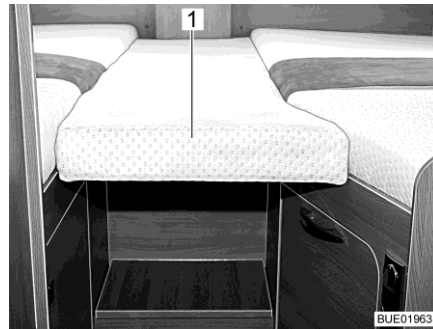
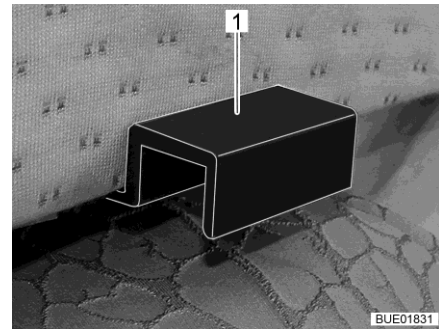

Fig. 184 Cojín adicional
Fig. 185 Soporte, cojín adicional
- Enganchar el cojín adicional (Fig. 184,1) con los soportes (Fig. 185,1) en los paneles de las camas individuales, de tal modo que se forme una superficie de descanso ininterrumpida.